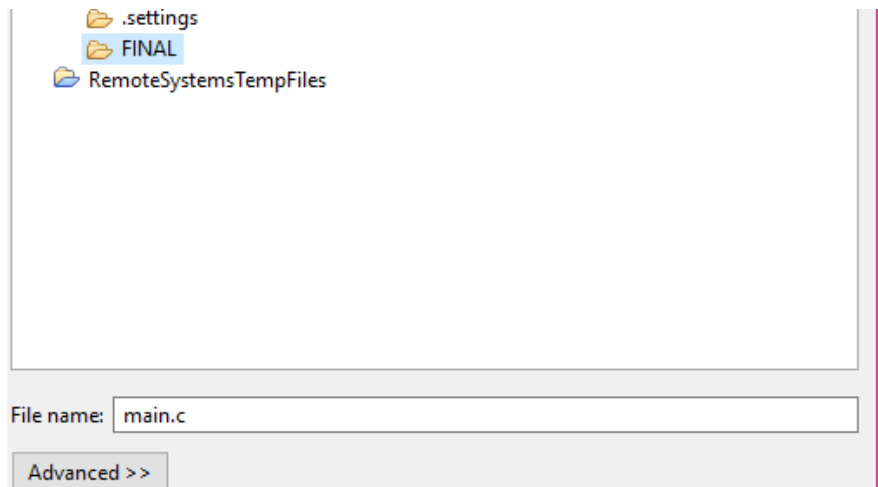

Ilustración 27 - Ventana de la creación de un archivo en lenguaje C
32. En la ventana *New File*, coloque el nombre *main.c* y haga clic en *Finish* como se muestra en la Ilustración 27.